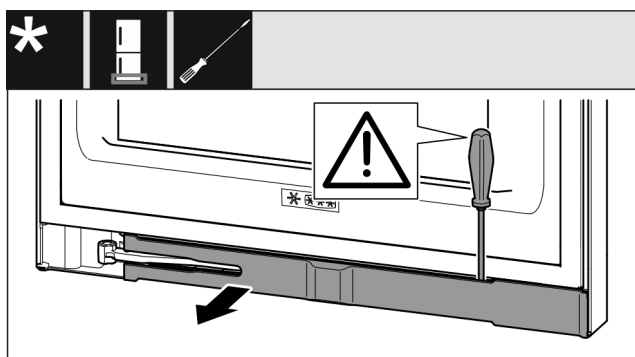

Fig. 13
- ▶ Deblocați masca cu șurubelnița plată și pivotați-o în lateral. (vezi Fig. 13)